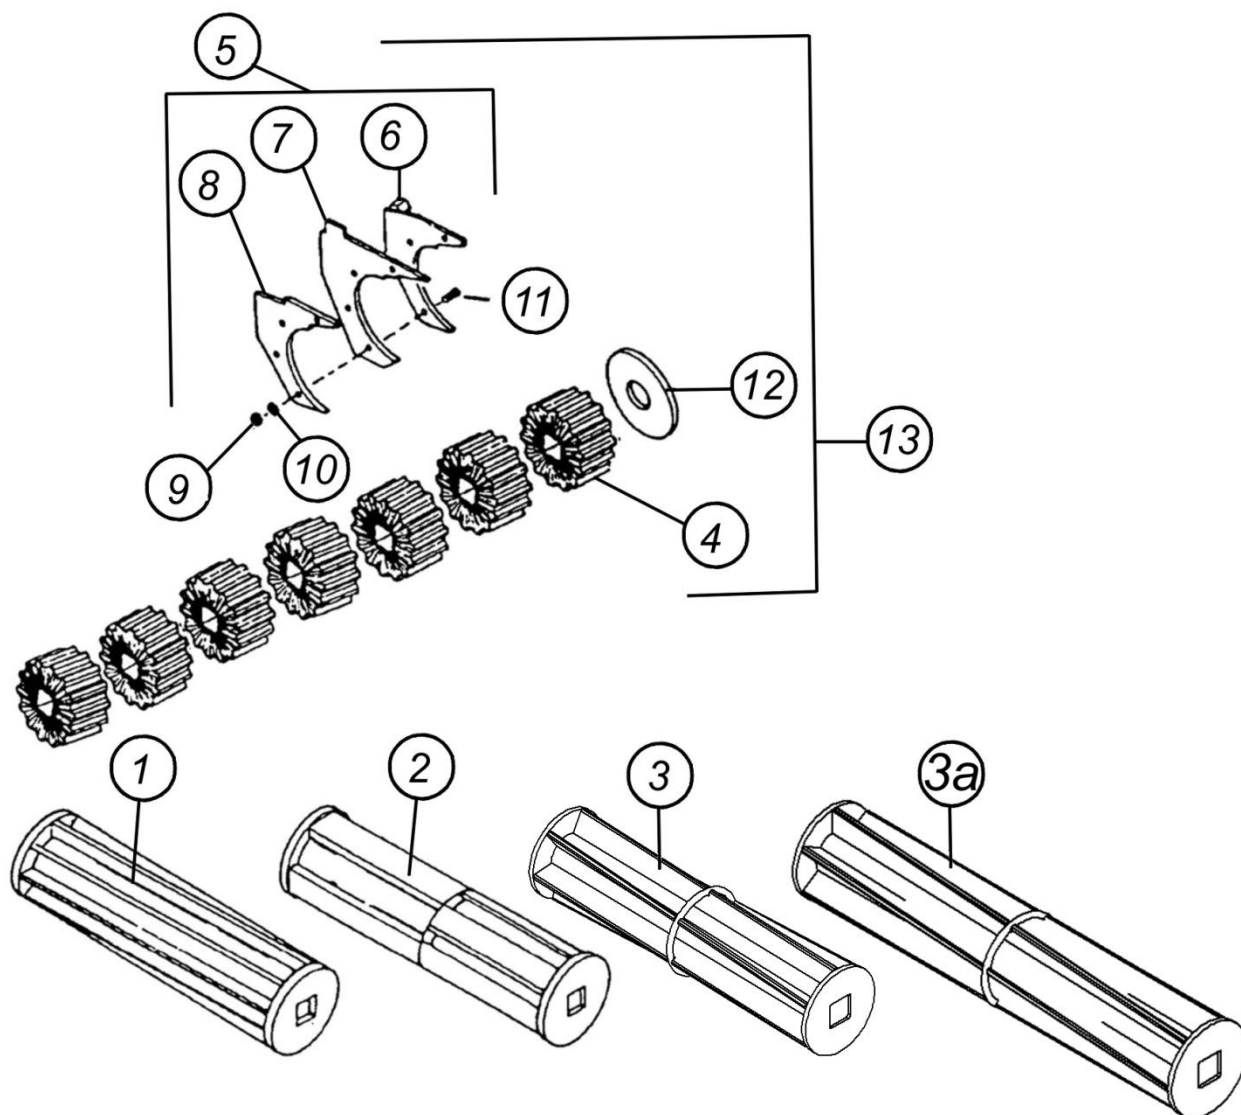

Рис. 7.2.17. Высевающие валики
7.2.17. Ось одноосного бункера V=6,5м³ (рис. 7.2.17)